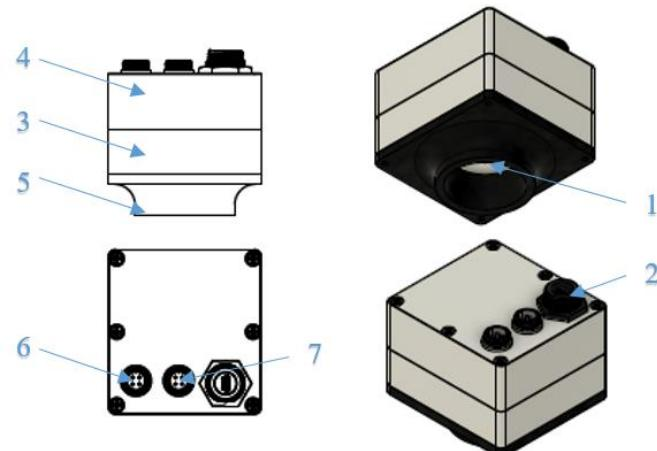

Рисунок 4. РГТ-ЛС-02: 1 – разъем для подключения ИТМ (если предусмотрено),
3.2.3. Для исполнения РГТ-ЛС-Х2 подключить к прибору кабели RS-485 через разъемы (п.6 и п.7 Рисунок 4,5). Подключение чувствительно к расположению пинов кабеля, поэтому монтаж следует производить с осторожностью.